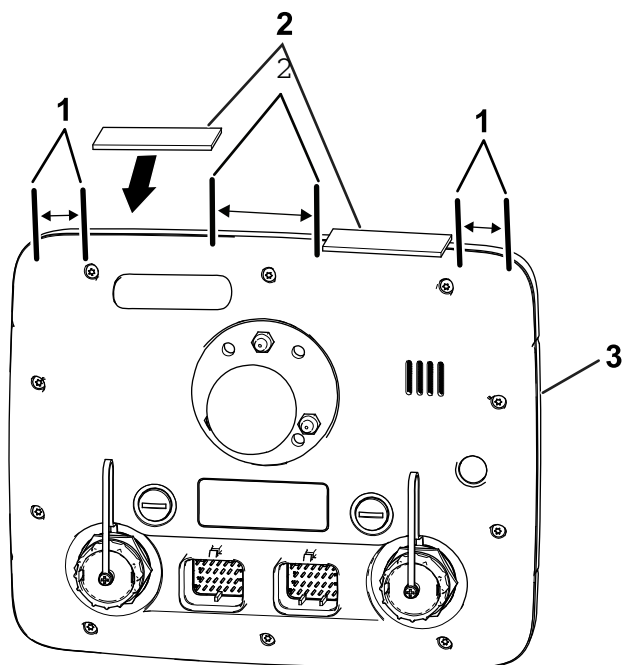

Рисунок 165
3. В верхней части монитора опрыскивателя приложите полосы к монитору опрыскивателя, как показано на Рисунок 165.